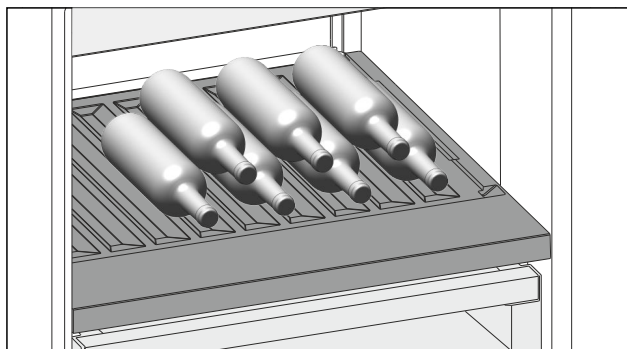

Fig. 215 Ενδεικτική απεικόνιση
- ▶ Τοποθετήστε τα μπουκάλια με τον πυθμένα προς τα πίσω στο πίσω τοίχωμα. (βλέπε Fig. 215)